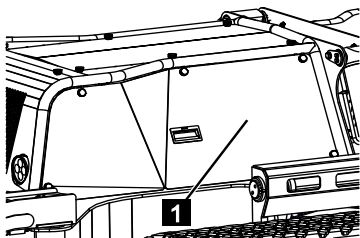

Fig. 223
1. Dévisser le capot (Fig.223/1).